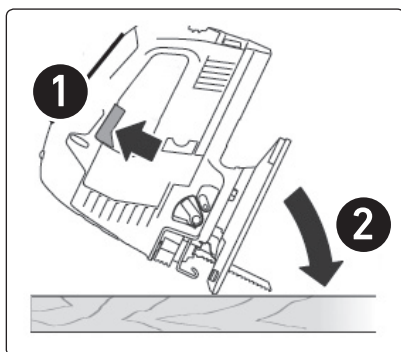
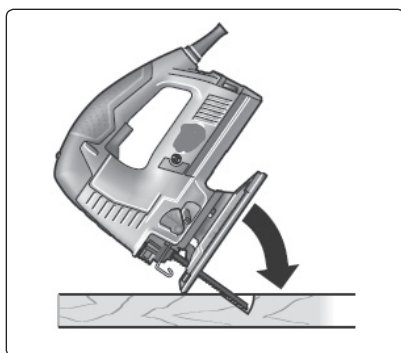

Abb. 10
Abb. 11
- Ein Tauchschnitt ist ein solcher Schnitt, der nicht am Rand der Schneidfläche beginnt, sondern in der Fläche selbst (Abb. 10).
2. Setzen Sie die Säge, die noch nicht in Betrieb ist, mit der Vorderkante der Fußplatte an die Schnittfläche an (Abb. 10).
3. Schalten Sie die Säge ein und senken Sie ihre Fußplatte langsam auf die Schneidfläche ab (Abb. 10), wobei sich das Sägeblatt ins Material eintauchen wird (Abb. 11).